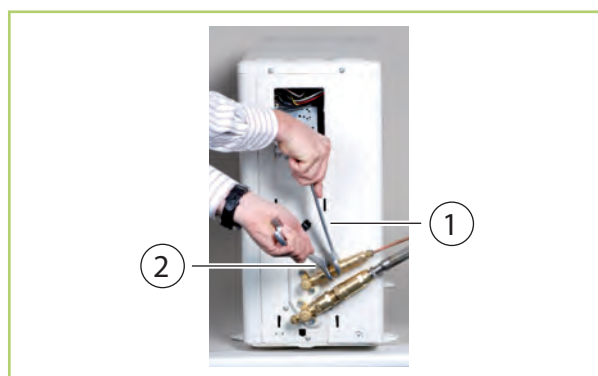

Abb. 38: Verschraubungen anziehen
6. ➤ Befestigen Sie nun endgültig die Verschraubungen mit 2 Maulschlüsseln geeigneter Schlüsselweite. Halten Sie während des Schraubens auf jeden Fall mit einem Maulschlüssel gegen (Abb. 38).